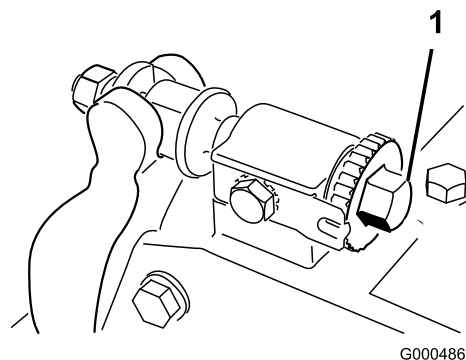
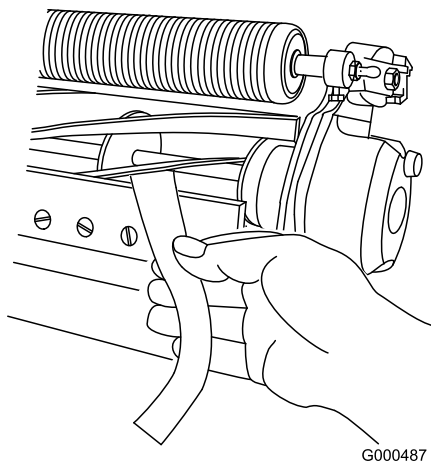

Figura 52
Figura 53
2. Não deixe que haja contacto com o cilindro, rodando os parafusos de ajuste da barra de apoio no sentido contrário ao dos ponteiros do relógio (Figura 52).
4. Numa das extremidades do cilindro, introduza uma longa tira de jornal entre o cilindro e a lâmina de corte (Figura 53). Enquanto roda ligeiramente o cilindro para a frente, rode o parafuso de ajuste da barra de apoio no sentido dos ponteiros do relógio (na mesma extremidade do cilindro) (Figura 52), uma posição de cada vez, até que o papel esteja ligeiramente apertado, quando inserido pela parte dianteira, paralela à lâmina de corte. Quando puxar o papel, sentirá uma ligeira pressão.
6. Depois de ajustar, verifique se o cilindro aperta o papel quando este for inserido pela frente e se corta o papel quando este for inserido num ângulo recto, relativamente à lâmina de corte (Figura 53). Deve ser possível cortar o papel ao mínimo contacto com a lâmina de corte e as lâminas do cilindro. Se notar uma pressão excessiva sobre o cilindro, pode ser necessário ajustá-lo ou rectifique a unidade de corte para obter pontas afiadas, imprescindíveis para um corte de precisão (consulte o manual de rectificação de cilindros da Toro).